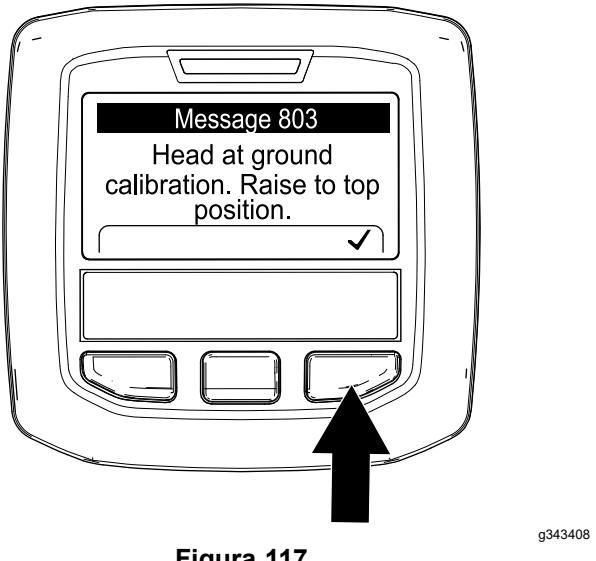

Figura 117
- Le fustelle iniziano a penetrare nel terreno: premete il tasto destro dell'InfoCenter (Figura 117) e avviate l'applicazione per l'Impostazione dell'altezza dal terreno; fate riferimento a Esecuzione dell'applicazione per l'Impostazione dell'altezza dal terreno (pagina 36).